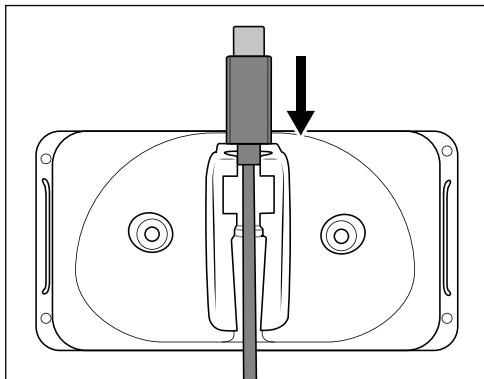
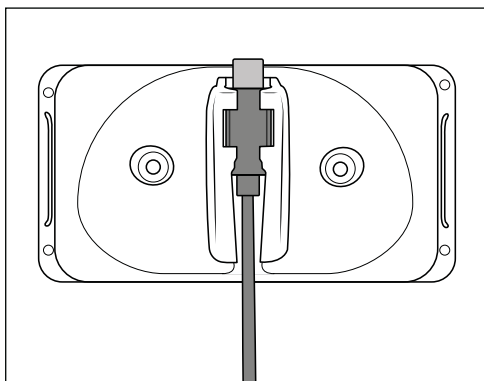

Fig. 1
Fig. 2
- Assicurarsi che nella parete non si trovino linee di corrente o di altro tipo, ovvero tubi, prima di praticare i fori per il supporto a parete ❸. La perforazione di una linea elettrica comporta pericolo di morte!
- 1) Inserire il connettore USB tipo C ❺ del cavo di carica USB ❹ nel supporto a parete ❸ (vedere fig. 1). Spingere il connettore USB tipo C ❺ verso il basso finché non s'innesca nel supporto a parete ❸ (vedere fig. 2).